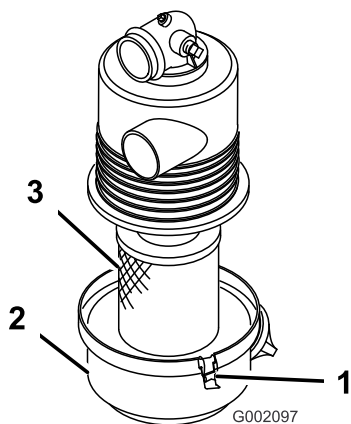

Рисунок 25
- Отпустите защелки, фиксирующие крышку воздушного фильтра на его корпусе, и снимите крышку (Рисунок 25).
- Осторожно извлеките элемент воздушного фильтра (Рисунок 25) из корпуса фильтра.